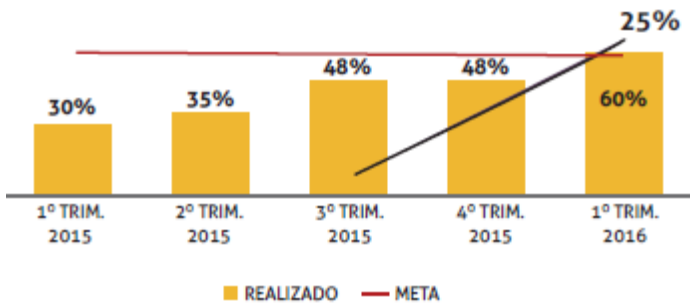

Figura 10: Com a logística Lean, houve o aumento de pedidos.
- A produtividade da frota aumentou gradativamente até atingir a meta estabelecida (Figura 10), o que aconteceu no período de um ano, no qual a utilização das ferramentas Lean de Gestão Visual, Acordo de Nível de Serviços e Cadeia de Ajuda foram importantes para a evolução dos indicadores.